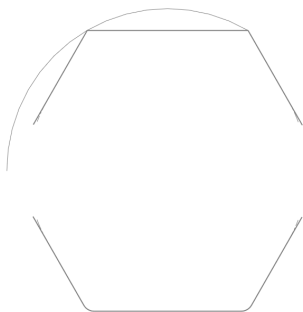

图 2-18 打开素材模型
(1) 单击常用工具栏中的【打开】按钮，打开一幅素材模型，如图 2-18 所示。